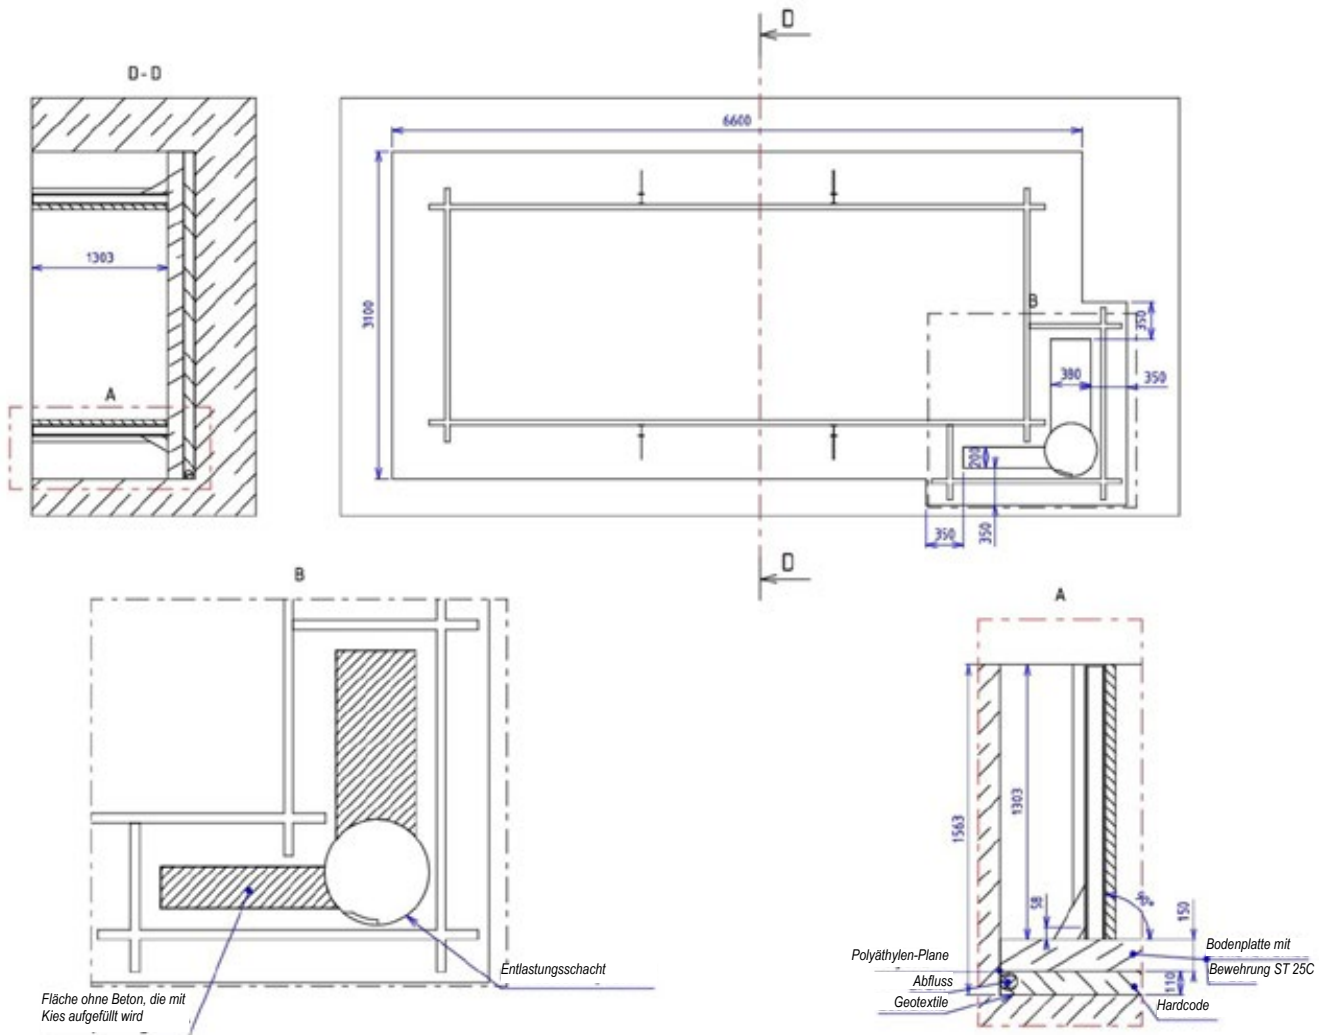

Abbildung 5 – Merkmale der Betonplatte
**TIPP:** Sie können die Streben verwenden, um die Höhe der fertigen Betonplatte zu materialisieren. Zur Nivellierung des Pools 0 als Niveau nehmen, (unter den Holzteilen des Handlaufs, siehe *Abbildung 5.*), 1,303 m abmessen und an dieser Kante des Strebens einen Strich ziehen. Dieser Strich wird der endliche Wert der Betonplatte sein.
Die Eigenschaften der Betonplatte werden in Abbildung 5. angegeben. Die Abmessungen der Betonplatte sind derart, dass die Holzleiter, die sich außen am Becken befindet, nicht auf der Betonplatte steht. Wir empfehlen Ihnen jedoch, falls möglich, diese auf einen festen Untergrund zu stellen (z.B. Betonplatte oder-ständer).
Wenn Sie die Betonplatte auf den Grabenboden gießen, stellen Sie sicher, dass der obere Teil der Bewehrung ganz in Beton gegossen wird: die Betonschicht über der Bewehrung muss mindestens 3 cm betragen. Schauen Sie auf **Abbildung 5** um die Tiefe der zu gießenden Betonplatte zu bestimmen: sie muss eine Dicke von 150 mm aufweisen und so sein, dass die Höhe zwischen der Plattenoberfläche und dem oberen Ende der Baugrube 1303 mm beträgt, wenn Sie den Pool einlassen möchten.